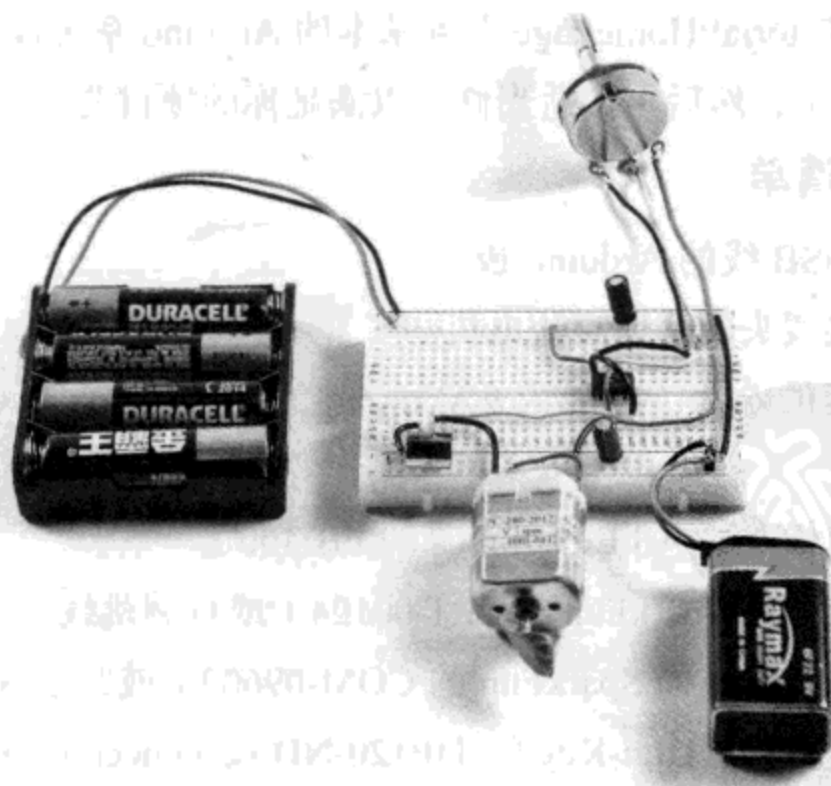

图 6.28 用 555 定时芯片产生 PWM 信号来控制电机（完整电路）
- (12) 将引脚 3 接三极管的基极。
- (13) 将三极管的发射极接地。
- (14) 将电机的一个引脚接到三极管的集电极（中间的引脚）上，另外一个引脚接 9 V 电源。接好的电路应如图 6.28 所示。